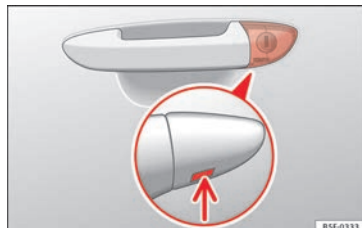

Fig. 3 Maniglia della porta del conducente: serratura di chiusura non visibile.
- Introdurre l'ingegno nell'apertura inferiore del coperchio posto sulla maniglia della porta del conducente »»» fig. 3 (freccia) e sollevare il coperchio dal basso verso l'alto. »»